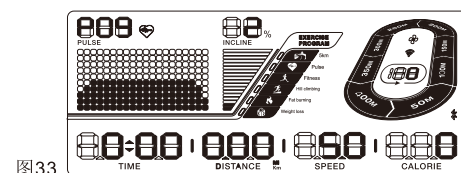

图33
2. 连续按下面板上TrainingProg键,直至屏幕上出现P09字样。(图33所示)。